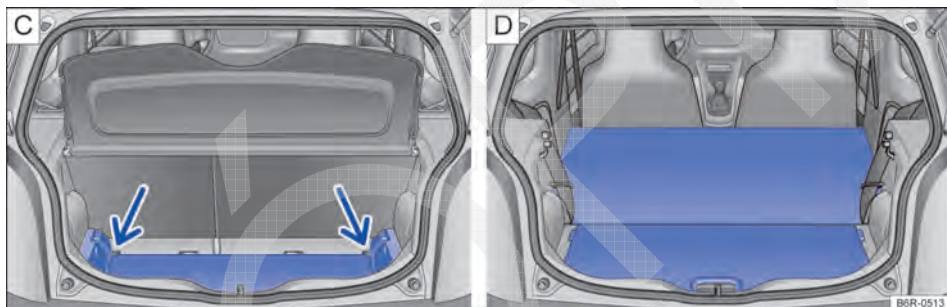

Fig. 66 C: expandir o compartimento de bagagem para baixo. D: expandir o compartimento de bagagem para frente.
- Levantar o assoalho do compartimento de bagagem e empurrar para baixo para a guia → Fig. 66 C (setas).